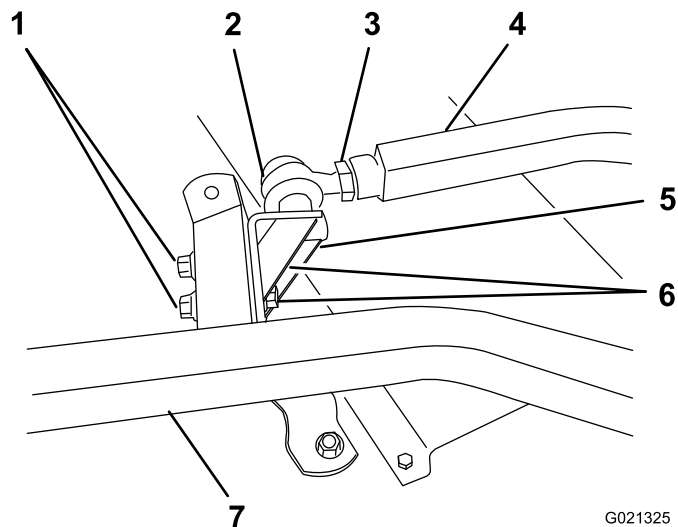

Bild 23
6. Ein Helfer sollte den linken Schubarm nach unten drücken, während Sie die Kopfschrauben, Flachscheiben und Sicherungsmuttern entfernen, mit denen die Kugelgelenkhalterung am Laufgradarm des Mähwerks befestigt ist (Bild 23). Jetzt kann der Helfer den Schubarm vorsichtig anheben, damit der Federdruck von 68 kg langsam abgelassen wird.
5. Der linke Schubarm sollte von einer anderen Person vorsichtig heruntergedrückt werden, bis die Löcher in der Kugelgelenkbefestigung mit den Löchern im Laufradarm ausgefluchtet sind (Bild 23). Schieben Sie sofort einen Holzblock (12 x 12 cm) zwischen die Oberseite des Schubarms und der Unterseite des Chassis.